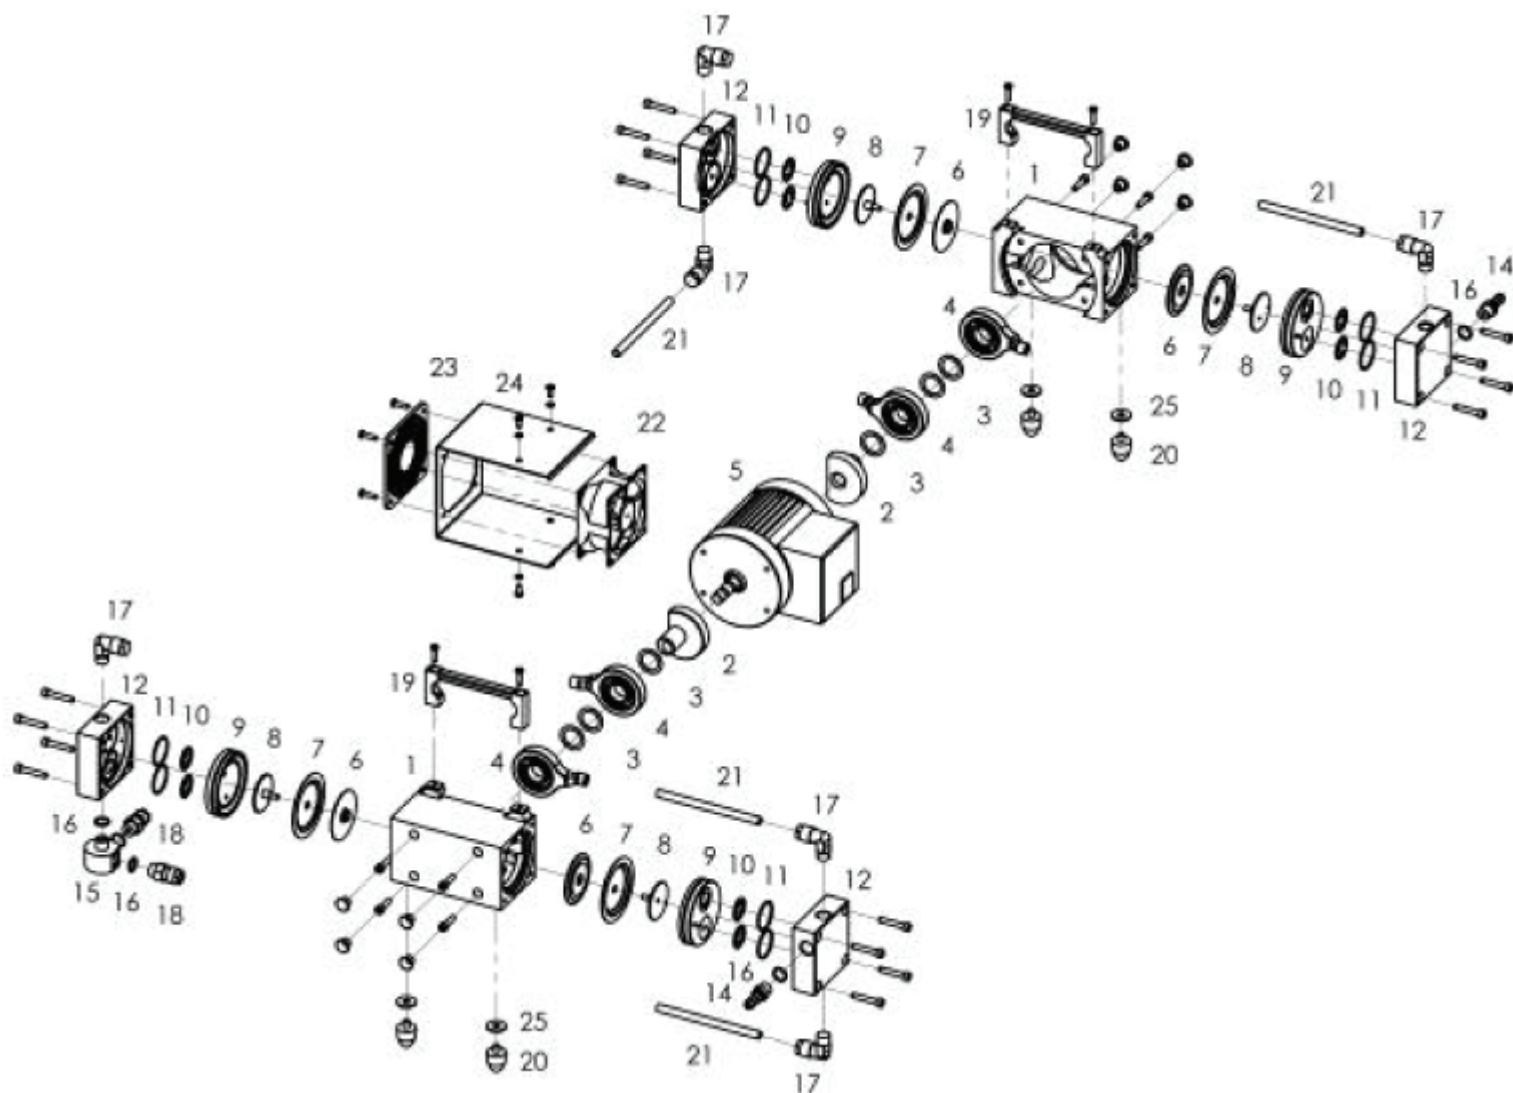

Рис. 6. Мембранный насос MPC201T в разобранном виде
2. Поворотом торцового ключа штыревого типа размера 3 затяните нажимной диск (9), мембрану (8) и фиксирующий диск (7) с крутящим моментом затяжки 2-4 Нм.
3. Установите шатун (5) (см. рис. 6) и мембрану (8) в центральное положение.
4. Установите головку насоса (6).
5. Вставьте клапаны (5) и уплотнительные кольца (4). Эти компоненты должны лежать совершенно ровно. Не вставляйте изношенной стороной к уплотняющей поверхности. Выровняйте цилиндрическую головку со стержнем.
6. Установите прижимную крышку (2), вставьте и затяните четыре винта с цилиндрической головкой с шестигранным углублением с крутящим моментом затяжки 3-4 Нм.